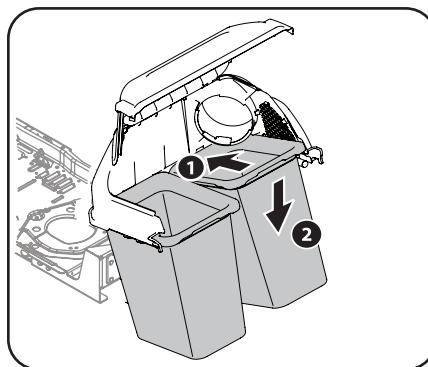

Figura 4-11
7. Instale ambos conjuntos de bolsas (964-05104) en las ménsulas de soporte de bolsa insertando primero el borde delantero, como se ve en Figura 4-11, y bajando el borde posterior hasta que calce en el conjunto (2).